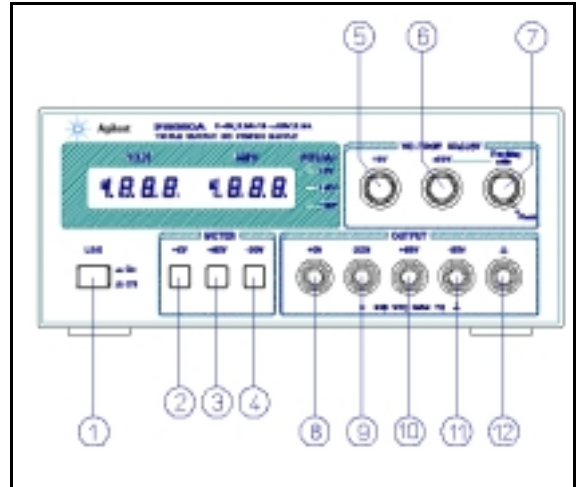

Figura 2. Controles e Indicadores del Panel Frontal
En los pasos siguientes se explica cómo utilizar los controles e indicadores del panel frontal que aparecen en la Figura 2 y sirven como una comprobación breve para confirmar que la fuente está operativa. Siga este procedimiento de verificación o el procedimiento más detallado de prueba del rendimiento indicado en la sección de información de servicio cuando reciba el instrumento y antes de conectarlo a cualquier equipo de carga.
Esta fuente de alimentación se puede utilizar independientemente o en paralelo o en serie con otra fuente de alimentación (consulte los párrafos de Utilización en paralelo y en serie). Todos los terminales de salida están aislados de la masa. Las salidas de ± 20 V y +6 V utilizan un terminal de salida común sencillo. Este terminal común (COM) o cualquiera de los otros terminales de salida puede conectarse a la masa del chasis en el terminal de masa del panel frontal (12) en la Figura 2). También pueden dejarse flotantes todas las salidas. Las cargas se pueden conectar por separado entre cada una de los terminales de salida de 0 a ± 20 V y el terminal COM, o entre los terminales de +20 V y -20 V para obtener una salida de 0 a 40 V. Se puede seleccionar rápidamente el control de cada una de las corrientes o tensiones de salida utilizando los pulsadores conmutadores de los medidores. Para controlar la tensión de salida de 0 a 40 V, sume las lecturas del voltímetro para las salidas de +20 V y -20 V y utilice el medidor de +20 V ó -20 V para medir la corriente.